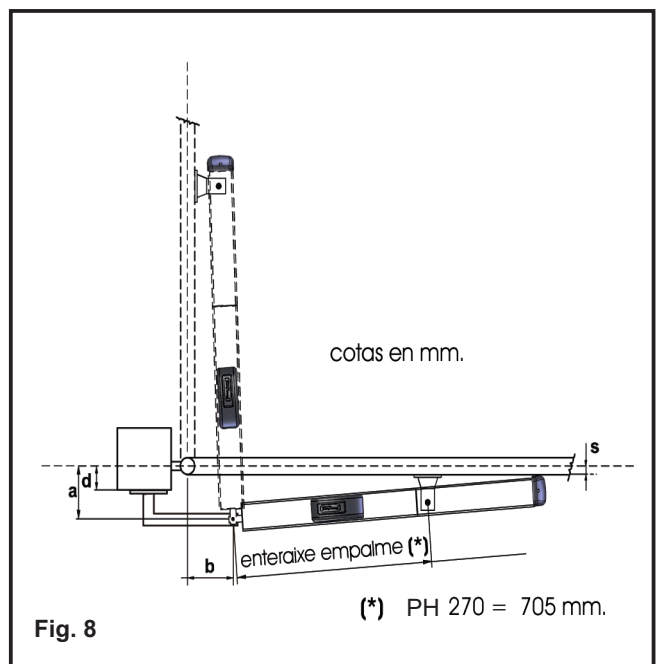

Fig. 8
**3.3. INSTALACIÓN DE LOS ACCIÓNADORES PH CON ABERTURA HOYA EXTERNA (fig. 8)**